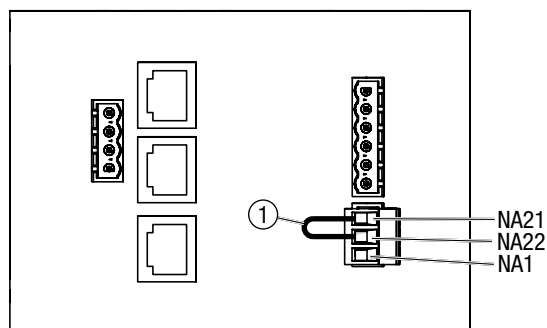

Bild 22 Anschlüsse der externen Abschaltung
6. Prüfen Sie, ob die Kontakte NA21 und NA22 gebrückt sind (Bild 22/Pos. 1).